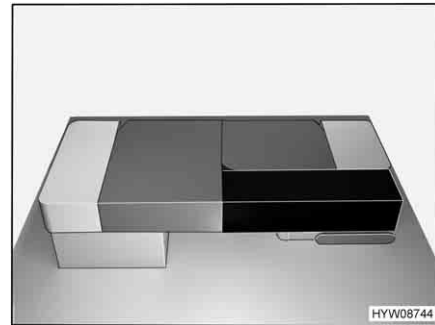

Fig. 37 Dopo la trasformazione
- Sistemare il cuscino del sedile e dello schienale come illustrato nella Fig. 37.
- Sistemare un cuscino aggiuntivo come illustrato nella Fig. 37.